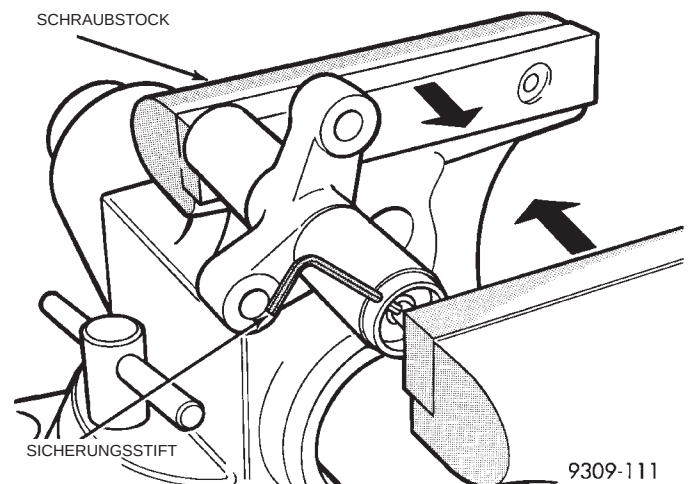

**Abb. 69 Zahnriemenspanner zusammendrücken
(12) Spannvorrichtung in einen Schraubstock einspannen und den Kolben **LANGSAM** eindrücken (Abb. 69). Insgesamt muss das Zusammendrücken der Spannvorrichtung ca. 5 Minuten dauern.